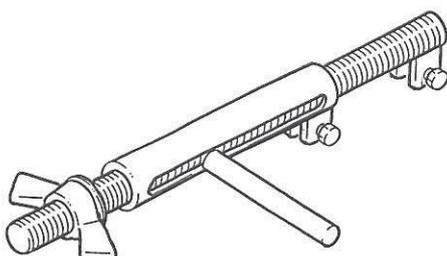
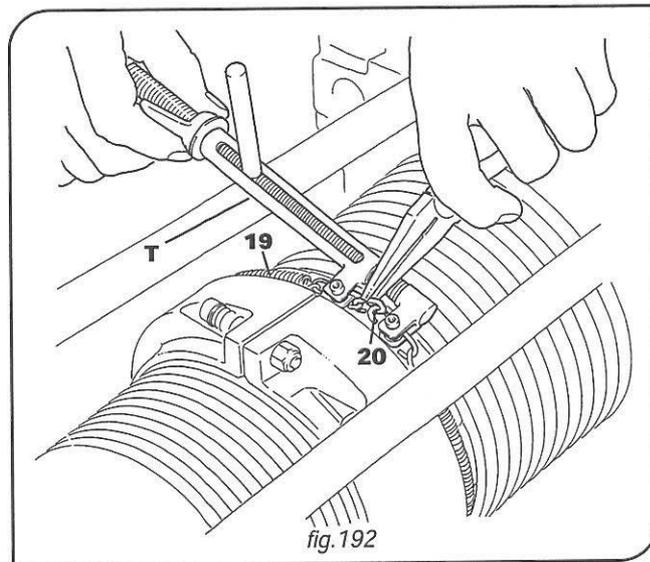

fig.184
fig.192
- En la fase de sustitución de la cuerda, para evitar el riesgo de proyección del resorte apretador de cuerda, es **OBLIGATORIO** usar la "herramienta Tenderesorte" (fig.184), que están disponibles a la venta en los centros de servicio de DONATI SOLLEVAMENTI S.r.l.
10. desmontar el risorte apretacuerda -19- utilizando el aparato especial tenderesorte -T- (fig. 184) y una pinza para remover el pasador -20- (fig. 192).
9. Desmontar el resorte apretacuerda -19- utilizando el aparato especial tenderesorte -T- (fig. 184) y una pinza para quitar el pasador -20- (fig. 192).